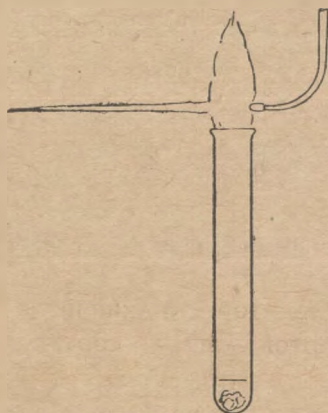

Рис. 103. Вдувание воздуха в пламя ацетилена.
Вдувайте в пламя ацетилена воздух через оттянутую на конце трубочку (рис. 103) или через паяльную трубку. Опишите ваши наблюдения (130).